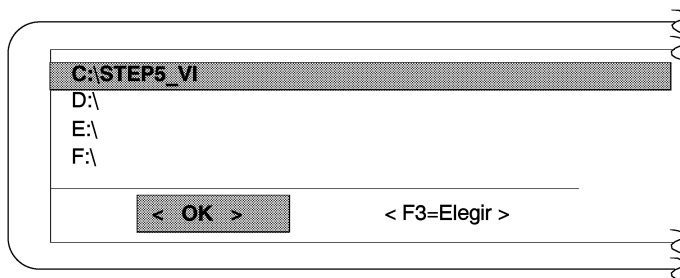

Figura 3-10 Ejemplo de una máscara con entrada de un directorio
Aparece la máscara con la indicación de directorio (figura 3-10). Se ha aceptado el ajuste de directorio en el campo (1) (figura 3-11) indicado anteriormente.
6. Pulsar **Return (OK)**.